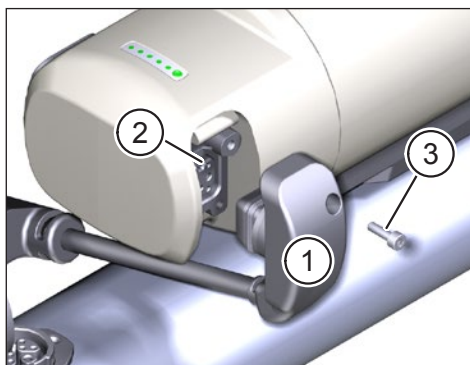

Fig. 7: Collegare il cavo di collegamento al Range Extender
- ▶ Collegate la spina (Pos. 1 in Fig. 7) del cavo di collegamento alla presa (Pos. 2 in Fig. 7) nel Range Extender.
- ▶ Fissate il connettore al Range Extender con la vite a brugol M3 × 8 (Pos. 3 in Fig. 7) inclusa nella fornitura del cavo, con una coppia di 1 Nm.